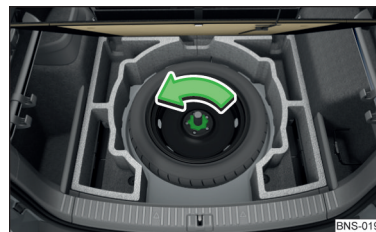

Abb. 336
- › Die Sicherungsmutter in Pfeilrichtung herausschrauben » Abb. 336 und das Rad herausnehmen.
- › Die Sicherungsmutter entgegen der Pfeilrichtung bis zum Anschlag einschrauben » Abb. 336.